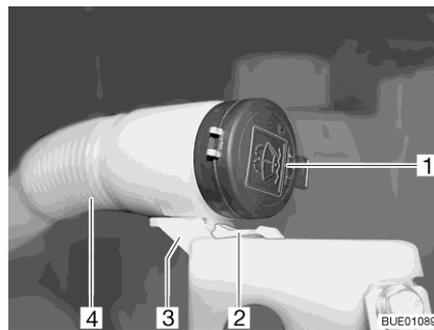

Fig. 44 Tubo de llenado depósito de agua para lavar
- Presionar hacia abajo la pestaña (Fig. 44,2) y mantenerla presionada.
- Extraer la manguera flexible (Fig. 44,4) hacia adelante del soporte (Fig. 44,3).
- Quitar la tapa (Fig. 44,1) del tubo de llenado del depósito de agua para lavar.